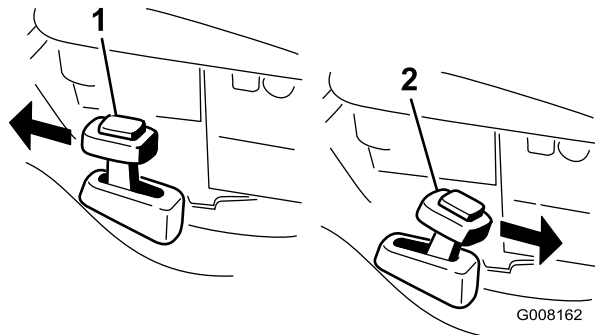

Figura 19
2. Pulse el botón situado en la palanca de Reciclado/ensacado y mueva la palanca al modo de **reciclado** (Figura 19).
2. Para ensacar los recortes de hierba, instale la bolsa de recortes (consulte Instalación de la bolsa de recortes). Pulse el botón situado en la palanca de Reciclado/ensacado y mueva la palanca al modo de **ensacado** (Figura 19).
Nota: La palanca de reciclado/ensacado debe estar en el modo de **ensacado** (Figura 19).